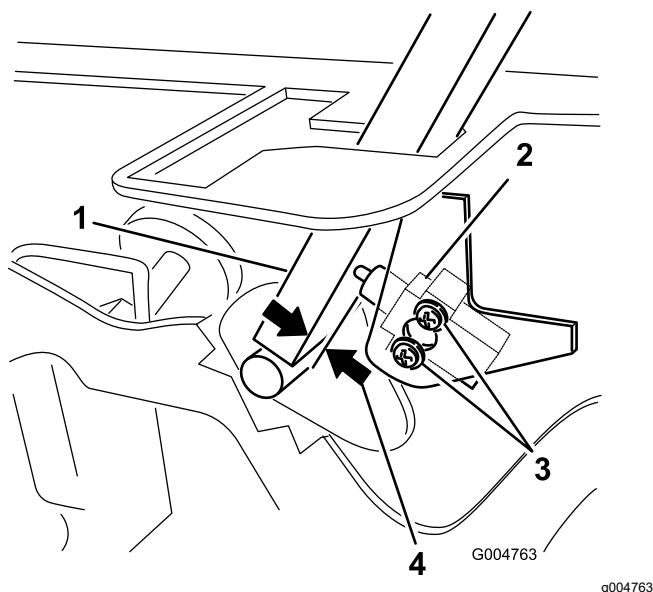

Figura 46
3. Afloje los 2 tornillos que fijan el interruptor de seguridad (Figura 46).
4. Sujetando la palanca de control contra el bastidor, mueva el interruptor hacia la palanca hasta que la distancia entre la palanca y el cuerpo del interruptor sea de 0.4 a 1 mm (de 0.015 a 0.045") como se muestra en Figura 46.